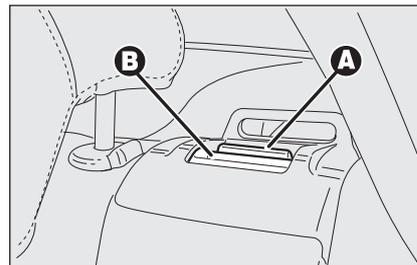

fig. 96
- sollevare la leva **A-fig. 96** di ritengo schienale e ribaltare quest'ultimo in avanti. Il sollevamento della leva è evidenziato da una "banda rossa" **B**.
Assicurarsi che lo schienale risulti correttamente agganciato su entrambi i lati ("bande rosse" B-fig. 96 non visibili) per evitare che, in caso di brusca frenata, lo schienale possa proiettarsi in avanti causando ferimento ai passeggeri.